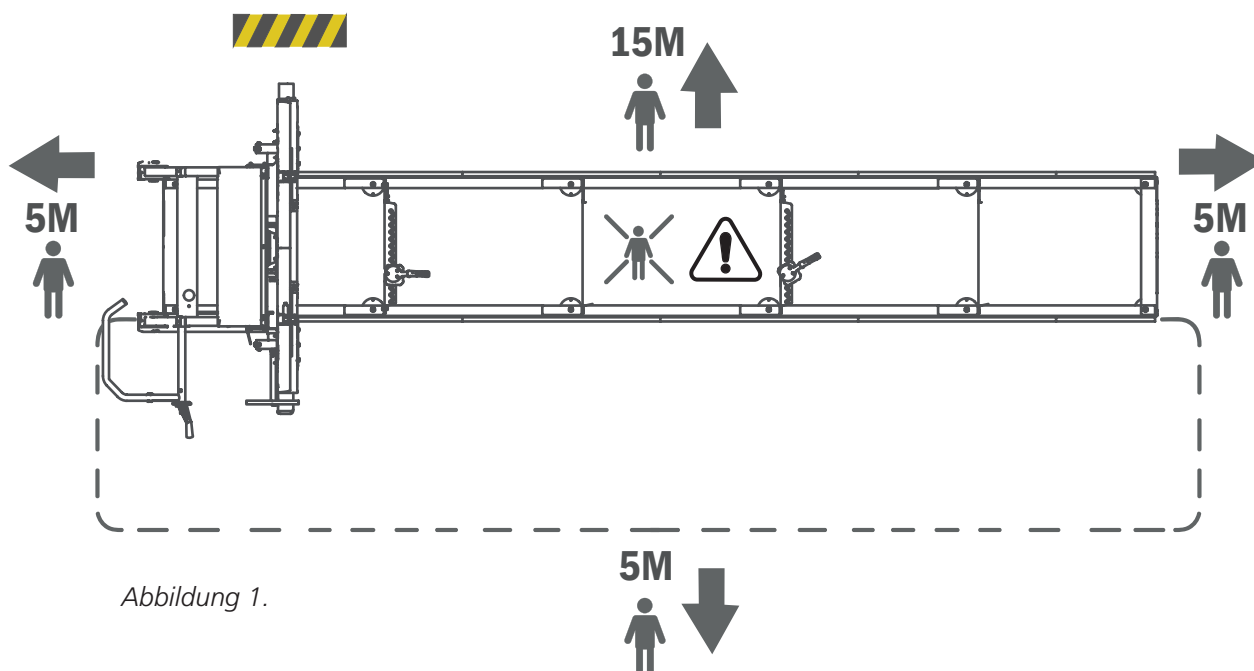

Abbildung 1.
-  Der Mindestsicherheitsabstand um das Sägewerk ist in Abbildung 1 dargestellt. Beachte, dass der Sicherheitsabstand auf der linken Seite des Bandsägewerks 15 m beträgt, da die Gefahr besteht, dass Sägeblattstücke aus dem Spänsstutzen ausgeworfen werden können falls ein Band bricht. Auf den anderen Seiten des Sägewerks beträgt die Sicherheitsentfernung 5 m. [Abbildung 1]